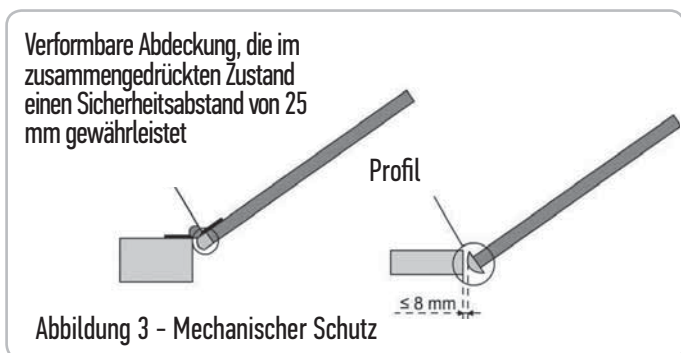
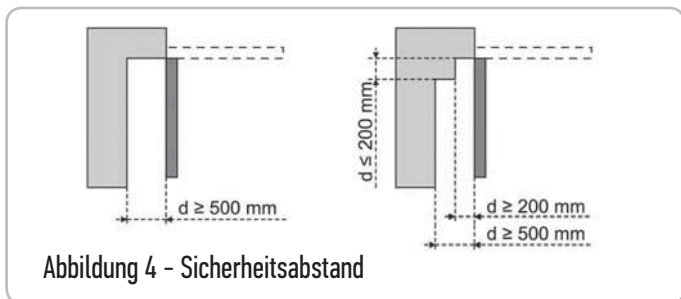

Abbildung 3 - Mechanischer Schutz
Abbildung 4 - Sicherheitsabstand
ZONE 2 Quetschgefahr an einem angrenzenden festen Bauteil	Hindemiserkennung durch den Antrieb. Es muss unbedingt geprüft und festgestellt werden, dass die Grenzwerte der Betriebskräfte und Reversierungszeiten gemäß Anhang A der Norm EN 12 453 eingehalten sind. Schutz durch eine mechanische Vorrichtung (siehe Abbildung 3) oder durch Sicherheitsabstände (siehe Abbildung 4)
ZONE 3 Gefahr von Schnitt- oder Quetschverletzungen beim Öffnen im Bereich fester angrenzender Bauteile	Am Tor alle Punkte beseitigen, an denen man hängen bleiben kann, und alle scharfen Kanten am Torblatt entfernen Alle Zwischenräume mit Breiten ≥ 8 mm oder ≤ 25 mm beseitigen Der Schutz gegen das Einquetschen mit einem angrenzenden Bauteil ist möglich: - Hindemiserkennung durch den Antrieb. Es muss unbedingt geprüft und festgestellt werden, dass die Grenzwerte der Betriebskräfte und Reversierungszeiten gemäß Anhang A der Norm EN 12 453 eingehalten sind. - durch Sicherheitsabstände (siehe Abbildung 4)
Torgröße (Abb. 3)
3.1 Montagehöhe - Abb. 4